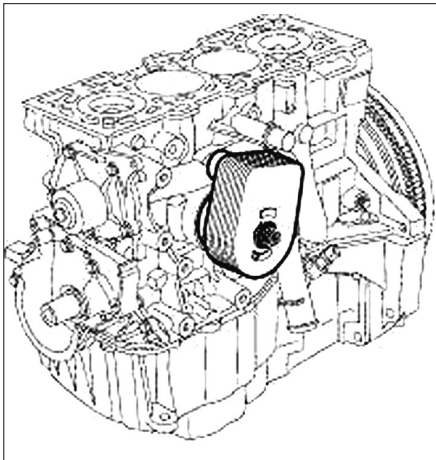

Fig. 96
- Serrer au couple la vis de l'échangeur de température eau-huile (4,5 daN.m) (Fig.96).